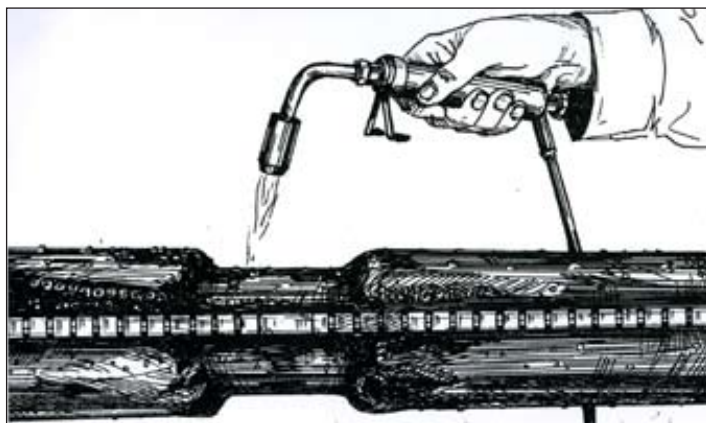

Рисунок 4.8 - Усаживание манжеты
**4.1.13** Начинают прогрев (усадку) манжеты с середины манжеты со стороны, противоположной застежке (рисунок 4.8). Непрерывно прогревают манжету по окружности, равномерно распределяя тепло по обе стороны, за исключением участка, непосредственно примыкающего к застежке. Продолжают прогревать манжету до тех пор, пока термоиндикационная краска не сменит свой цвет на черный (исчезают белые вкрапления).